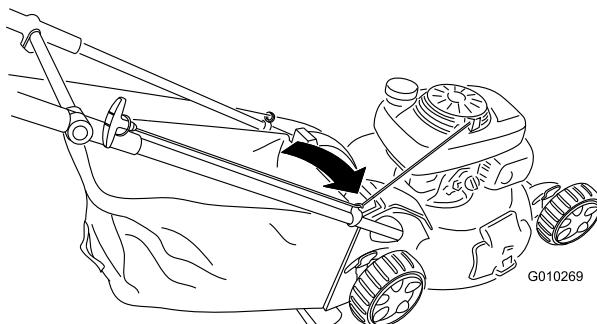

Рисунок 28
- Проложите трос стартера вокруг нижней направляющей троса (Рисунок 28).